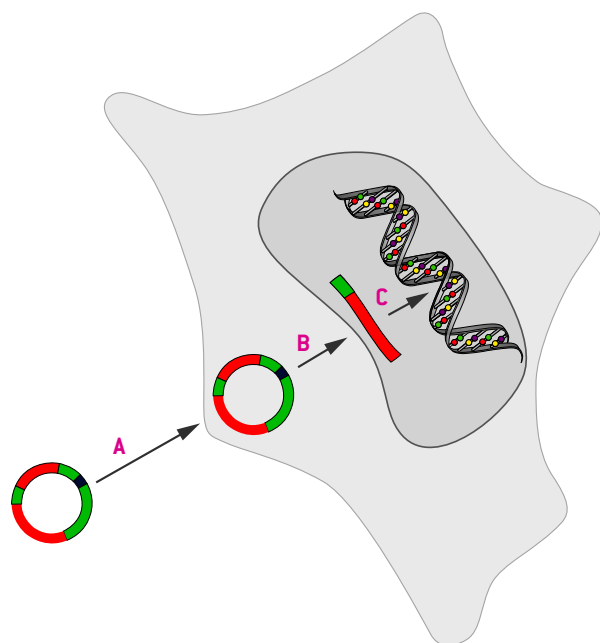

図1. The general path of stable integration.
適切な発現ベクターを選択することは効率的な遺伝子発現を行うのに非常に重要です。図1をご覧ください。
図1. Luciferase expression levels depend on vector backbones. We looked at luciferase expression at 4, 24 and 48 hours in THP-1 and HUVEC cells. The amount of DNA was held at equimolar amounts based on plasmid size. For THP-1, the DNA amount ranged from 0.3 – 0.5 µg per reaction (A). For HUVECS, we used 2.5 – 4.4 µg of plasmid (B).
目的の遺伝子の安定的な発現は、遺伝子導入される細胞の核内でエピソーム管理を行うベクターもしくはゲノムにプラスミドが直接組み込まれることによって達成されます。エピソームの安定性はしばしば限定されており、遺伝子導入されるベクターの段階的損失が起こり得ます。これは、プラスミドを喪失した細胞を選択するための抗生物質を使用することによって防ぐことができます。さらに、エピソームプラスミド要素の機能は特定の種ではしばしば制限されています。宿主細胞染色体への組み込みは起こりにくいため、多くのケースでクローニングは単独で行われる必要がありますが、意図的に遺伝子を組み換えた場合の安定性は通常はるかに高くなります。まず、対象となる遺伝子は細胞 (A) に導入される必要があります。その後、核 (B) に導入され、最終的に染色体DNA (C) に組み込まれる必要があります (図1)。